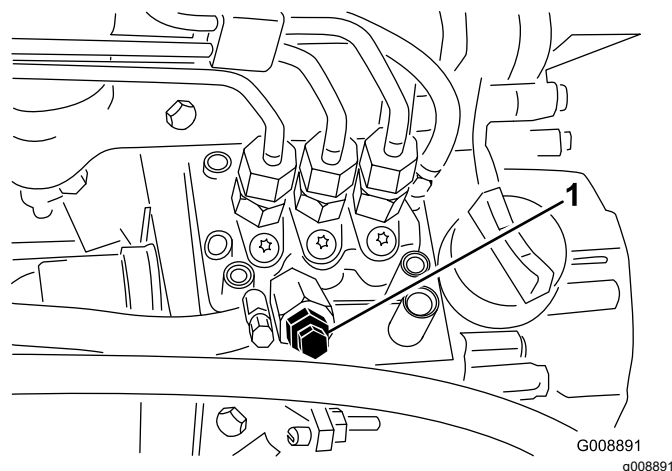

Figura 26
3. Aprite la vite di spurgo dell'aria, situata sulla pompa di iniezione del carburante (Figura 26).